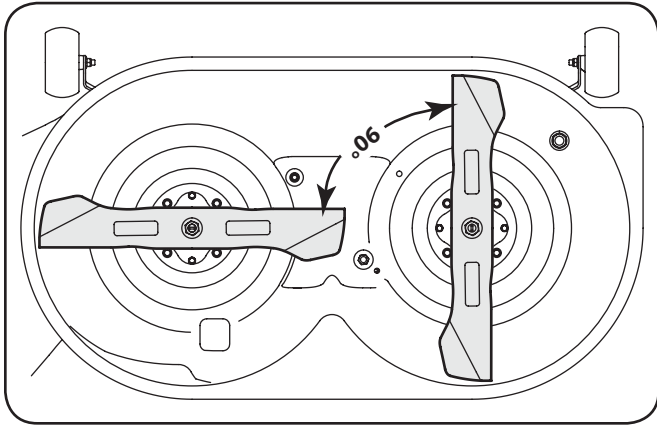

Figure 7-7
15. Si la courroie de distribution a été installée correctement et si les flèches sont placées comme à la figure 7-6, les lames doivent se trouver à la position représentée à la Figure 7-7.